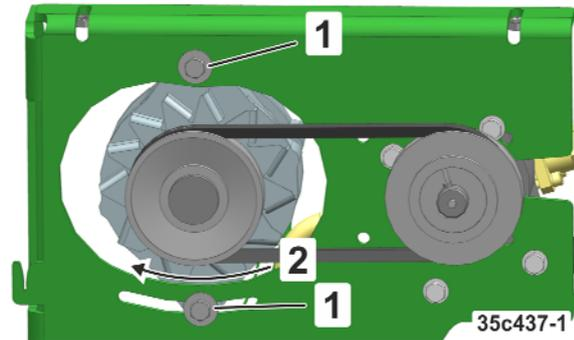

Fig. 272
2. Schrauben lösen (Fig. 272/1)
3. Keilriemen über den Generator spannen (Fig. 272/2)